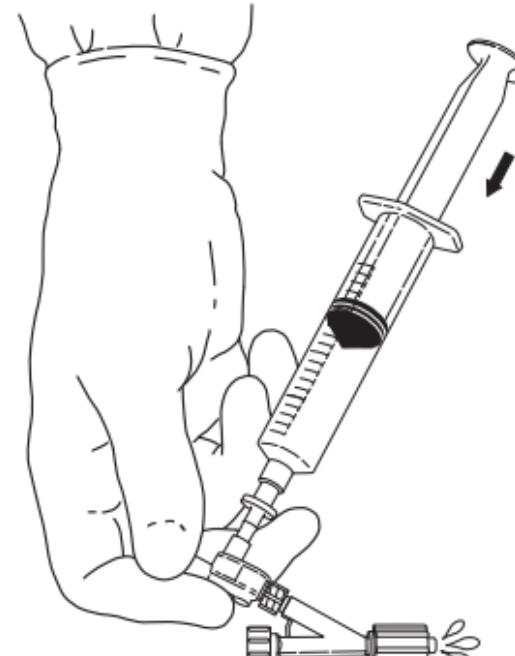

Fig. 3
5. Placer le pouce sur l'orifice d'injection afin d'évacuer l'air restant. Enfoncer lentement la seringue pour évacuer les bulles d'air restantes de la double valve anti-retour et de l'adaptateur Tuohy-Borst. (**Fig. 3**)